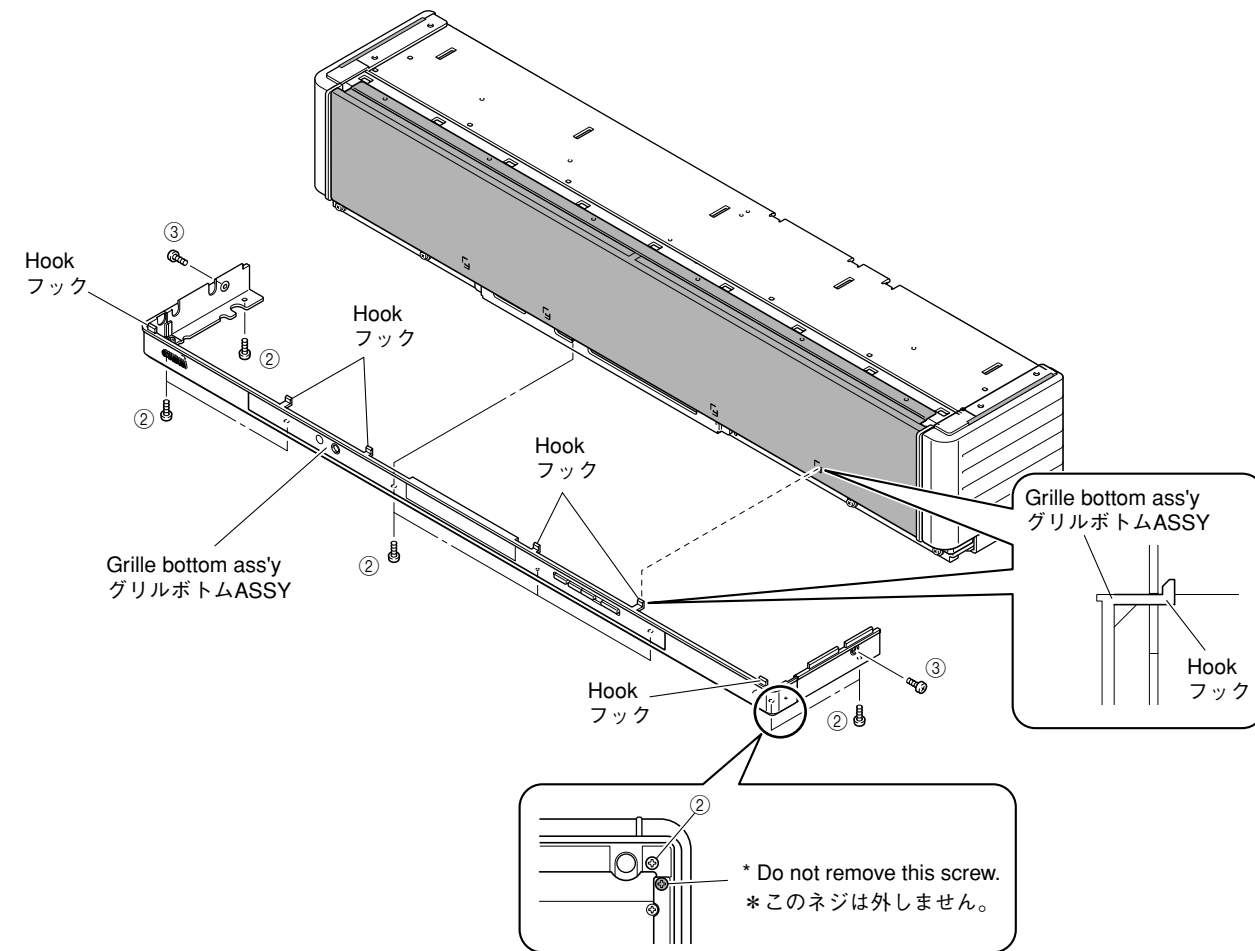

Fig. 2
- a. Remove 8 screws (②) and 2 screws (③). (Fig. 2)
- b. Lift up the rear of the grille bottom ass'y a little and after removing 6 hooks, remove it rearward. (Fig. 2)
- * To install the grille bottom ass'y, be sure to install 6 hooks at the front first and then install screws. (Fig. 2)
- a. ②のネジ8本、③のネジ2本を外します。(Fig. 2)
- b. グリルボトムASSYの後ろを少し持ち上げ、フック6ヶ所を外し、後方へ取り外します。(Fig. 2)
- * グリルボトムASSYを取り付ける場合は、必ず前方のフック6ヶ所から取り付け、次にネジを取り付けてください。(Fig. 2)